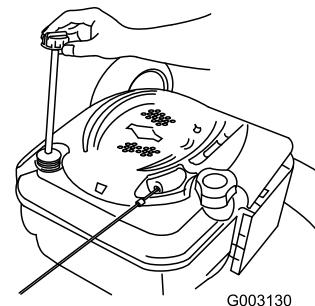

Рисунок 37
2. Извлеките масломерный шуп (Рисунок 37).